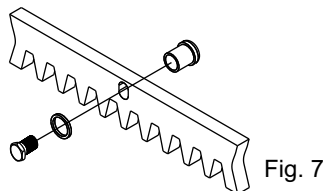

Fig. 7
5.2. fissare ad ogni elemento di cremagliera i nottolini di supporto mediante le relative viti di bloccaggio, avendo cura di posizionarli nella parte superiore dell'asola (Fig. 7);